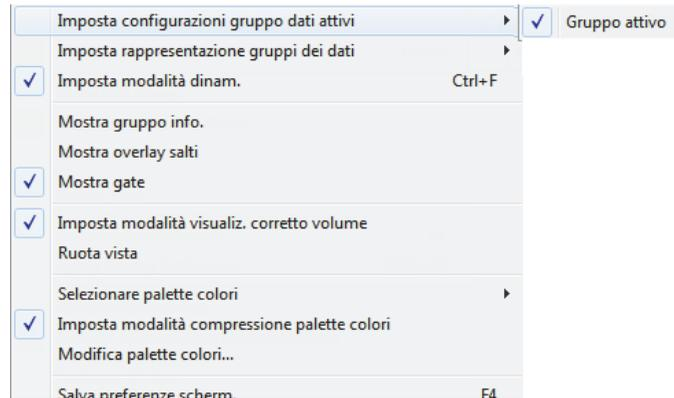

Figura 4-17 Selezione del gruppo attivo
1. Cliccare con il tasto destro del mouse l'intestazione della vista (nella parte superiore della vista) e selezionare **Gruppo attivo** (vedi Figura 4-17 a pagina 117).